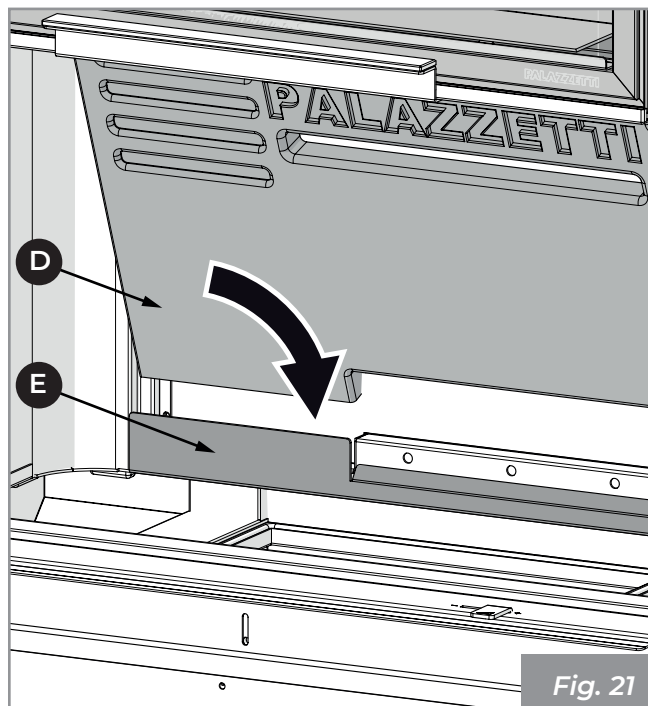

Fig. 21
- 4) Posicionar el respaldar de refractario (D) detrás del estribo (E) y asegurarse de que los orificios de salida de la post combustión estén centrados con la ranura colocada en el panel (Fig. 21).